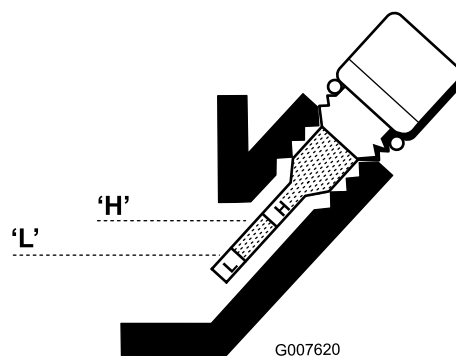

Figura 20
5. Si el nivel es bajo, añada solamente aceite suficiente para que llegue entre las marcas H y L del indicador (Figura 20). **No llene demasiado.**